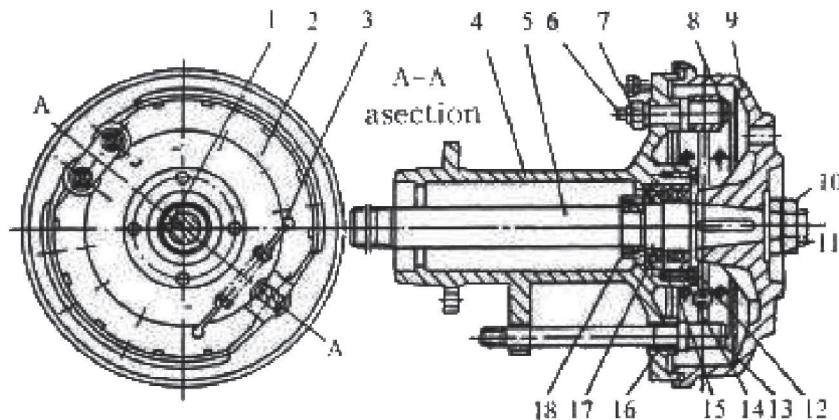

Рис. 3.15. Полуось и тормозная система.
Полуось и тормоза (рис. 3.15.) состоит из тормозных колодок, полуоси, корпуса полуоси, вала эксцентрика, масляный сальник, подшипников и т.д. Для тракторов серии SHIFENG существуют нормальная ширина колеи, средняя и широкая. Имеется три типа корпуса полуоси 4 и полуоси 5 для полуоси и тормозов. Следует обращать на это внимание при замене корпуса полуоси и полуоси. Покупайте и заменяйте детали в соответствии с моделью деталей в каталоге.
2. Отрегулируйте положение вала эксцентрика (рис. 3.15.), чтобы изменить трение фрикционных дисков тормозных колодок и ступицы тормоза, а также сделать износ фрикционных дисков равномерным. При регулировке, приподнимите домкратом заднюю ведущую ось, ослабьте гайку 7 (рис. 3.15.), поверните вал эксцентрика гаечным ключом и одновременно поворачивайте колесо. Когда почувствуете сопротивление, тормозная колодка соприкасается со ступицей тормоза, а затем поверните вал эксцентрика в противоположное положение. Продолжайте, пока не прекратится сопротивление при поворачивании колеса. После этого затяните гайки во избежание несанкционированного поворачивания.